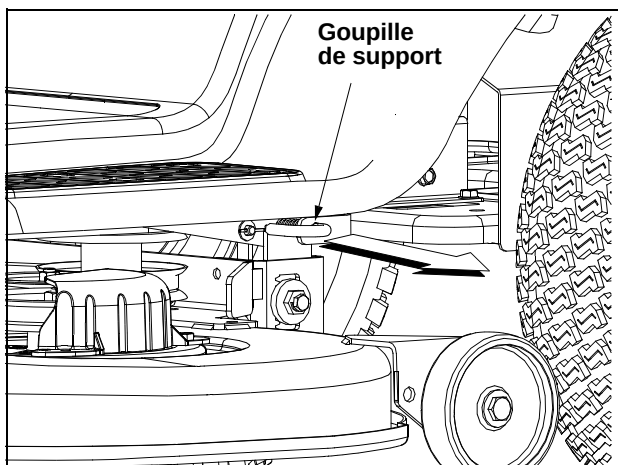

Figure 26
- Sortez la goupille de support du plateau pour dégager celui-ci de la tige de relevage du plateau de coupe. Voir la Figure 26.